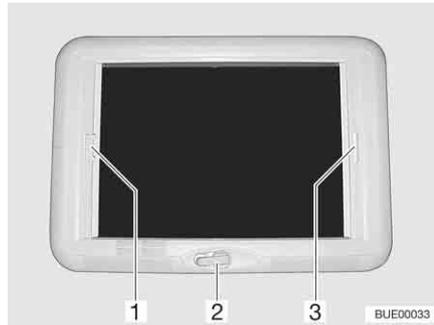

Fig. 82 Claraboya de manivela
Abrir: ■ Girar la manivela (Fig. 82,2) hasta que se note resistencia.
Cerrar: ■ Tirar del tirador (Fig. 82,3) del estor plegable y soltarlo en la posición deseada. El estor plegable se queda fijo en esta posición.
- Tirar del tirador (Fig. 82,1) de la protección contra insectos hacia el tirador opuesto del estor plegable (Fig. 82,3) y hacerlos engatillar.
- Presionar el tirador de la protección contra insectos (Fig. 82,1) por la parte de atrás hacia arriba y desengancharla del estor plegable (Fig. 82,3).